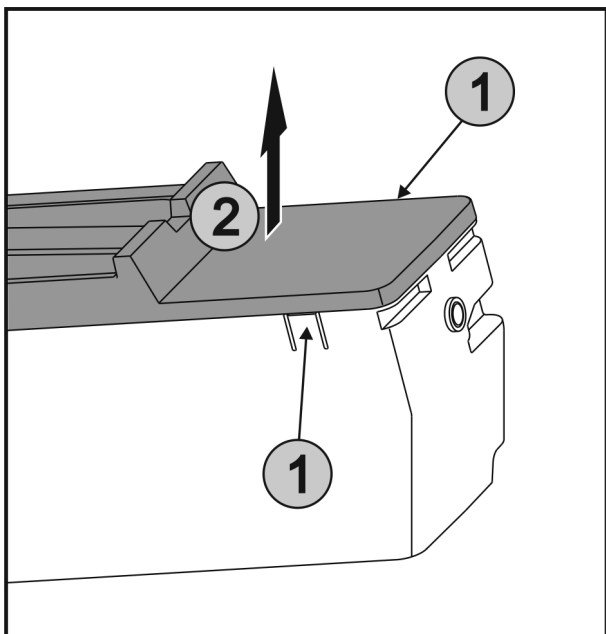

Fig. 39
- ▶ Laschen Fig. 39 (1) an den beiden Seiten von EasyTwist-Ice gleichzeitig drücken und die Abdeckung Fig. 39 (2) nach oben entnehmen.